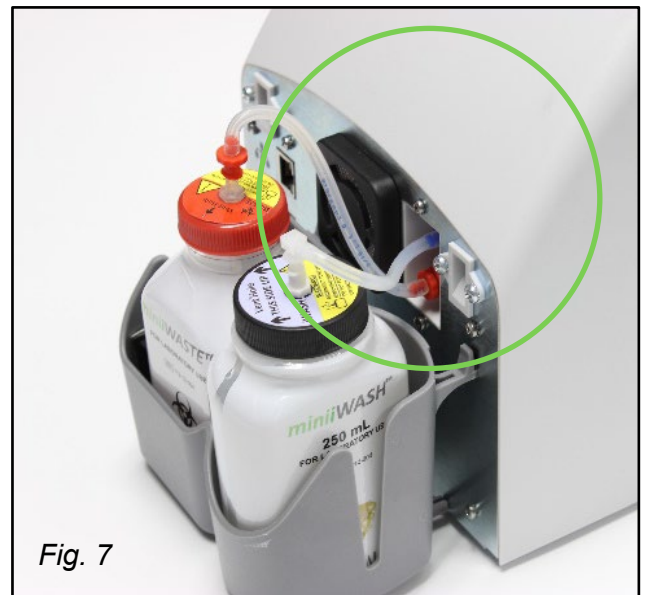

Fig. 7
2.4.2. Conexão da garrafa miniiWASTE (fig. 7 e 8):
2.4.3. Conexão da garrafa miniiWASH (fig. 7 e 8):
2.4.4. Coloque as duas garrafas conectadas na bandeja para garrafas (fig. 7)